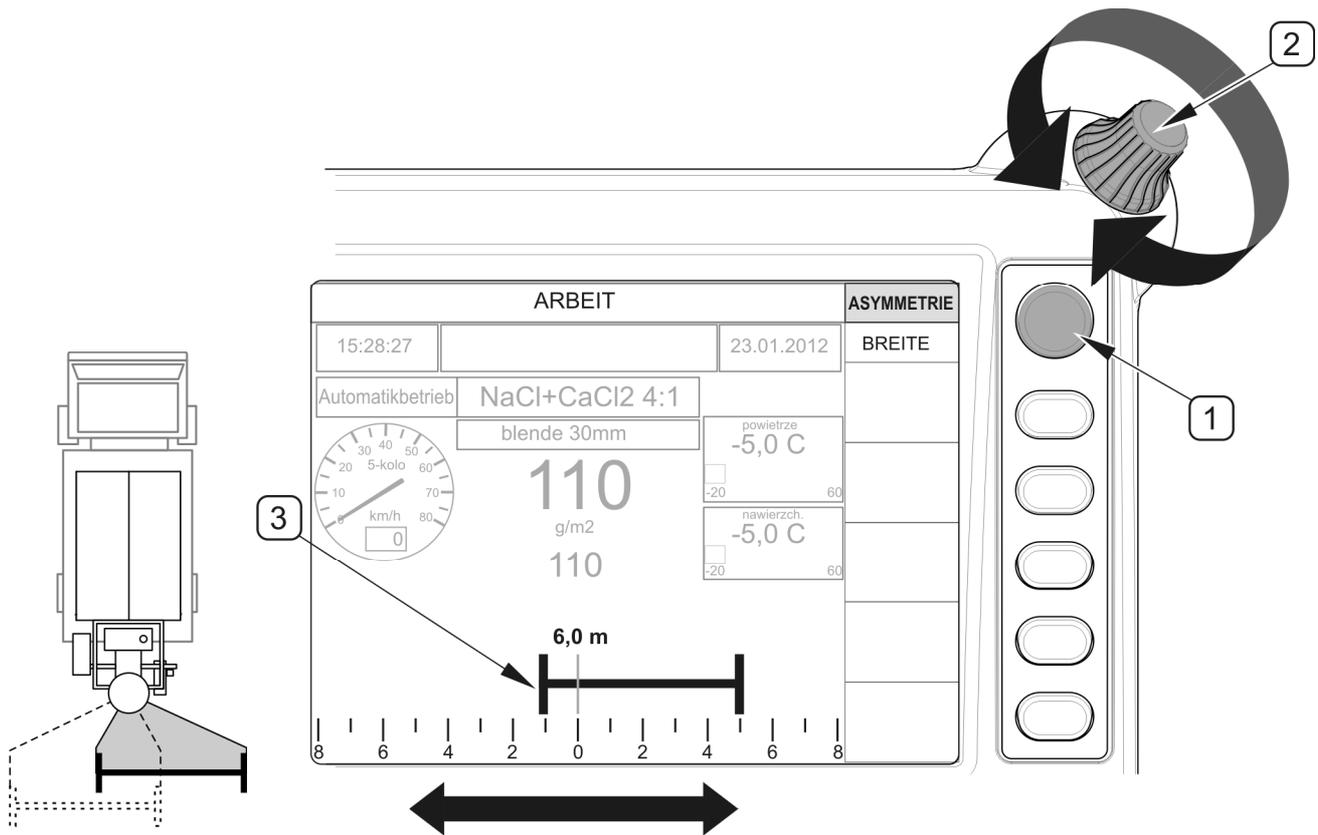

ABBILDUNG 4.29 Änderung der Asymmetrie der Streuung
- Mithilfe der Taste (1) die Funktion „BREITE“ auswählen,
- Durch Drehen des Drehreglers (2) die gewünschte Streubreite (3) zwischen 2 m ÷ 12 m einstellen.
Um die Asymmetrie zu verstellen, muss auf der Betriebsseite „BETRIEB“ mithilfe der Taste (1) das Feld „ASYMMETRIE“ ausgewählt werden. Durch Drehen des Drehreglers (2) die aktuelle Streubreite auf die linke oder rechte Seite verschieben (ABBILDUNG 4.29).